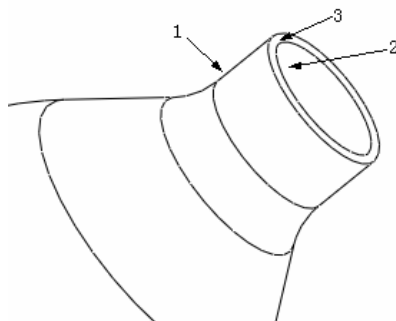

图 34-23
- (1) 单击特征工具栏中的 ，打开圆角特征操控板。
- (2) 按下 CTRL 键，分别选中图 34-23 中箭头 1、2 指示的曲面。